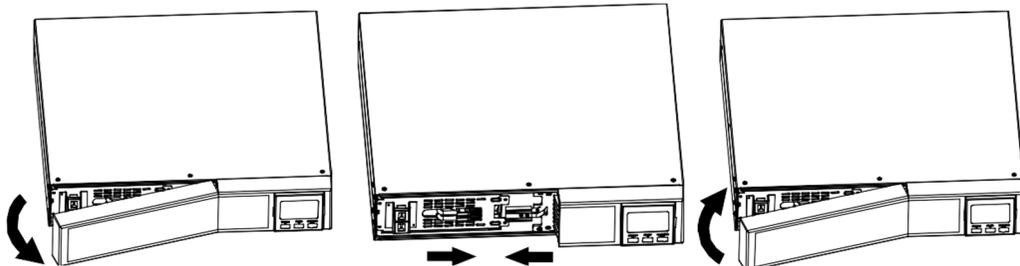

Рисунок 10 – Порядок подключения встроенной батареи ИБП
**7.1.6** Для предотвращения самопроизвольного включения при транспортировке ИБП исполнения R-VE поставляются с отключенной встроенной батареей. Подключение встроенной батареи следует производить в следующей последовательности (рисунок 10):